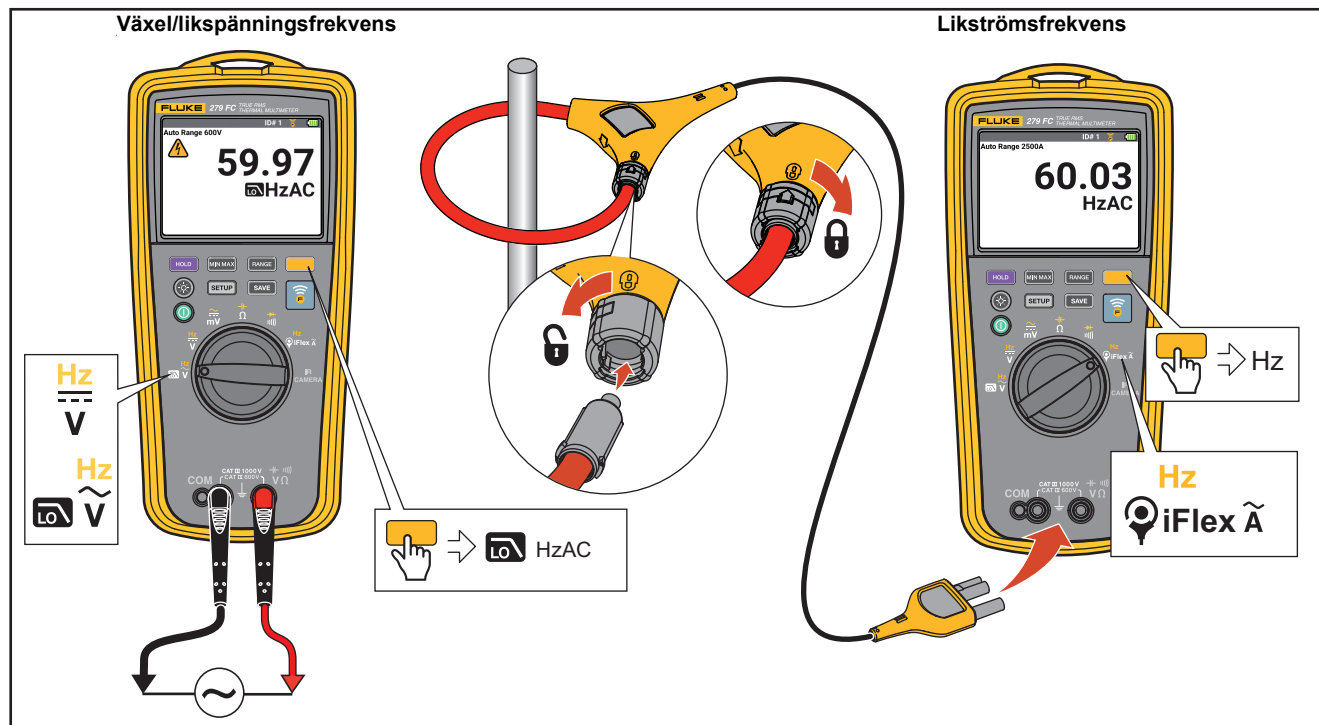

Bild 12. Frekvensmätning
- Frekvensmätningar. Se bild 12.
Se till att du använder rätt tillbehör för mätningstypen. Se bild 12.